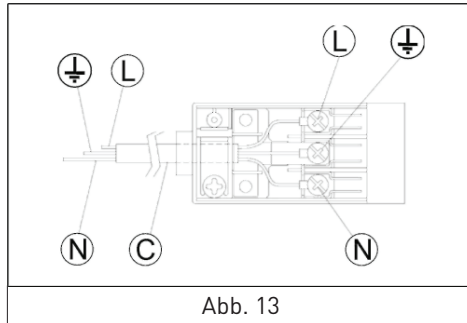

Abb. 13
- Schließen Sie die Drähte entsprechend dem Schema der Abbildung 13 an, wobei Sie darauf achten müssen, die folgenden Entsprechungen zu beachten: